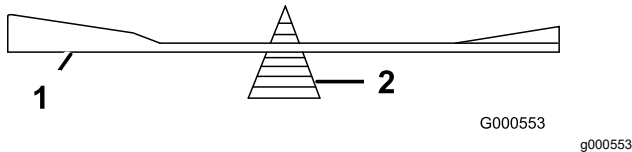

Figure 35
2. Vérifiez l'équilibre de la lame en la plaçant sur un équilibreur (Figure 35).